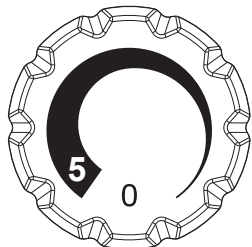

Fig. 9
1) Tourner le bouton en position « 0 » (Fig. 9).